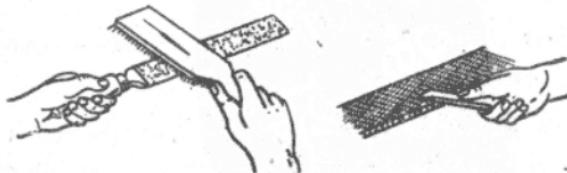

图 12 刷去錐刀上的油泥及金属屑末的情形
**第12条** 錐刀：錐刀要无弯曲、裂紋，并有良好的手柄。齿中油垢及金属屑末須經常刷淨(图12)，刷子的推動方向須与錐齒平行。剩余的錐屑則用一柔軟的紫銅或黃銅类的金属細长片剔除之。